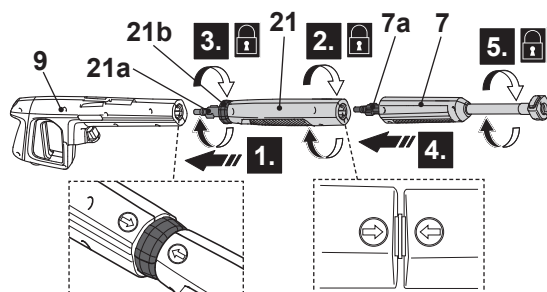

Fig. 11
1. Sempre instale a lança de extensão curta (21) ao usar a escova para pátio.
2. Alinhe e insira as linguetas (21a) da lança de extensão curta (21) nas ranhuras da porta de conexão da pistola pulverizadora (9). (Fig. 11, etapa 1).